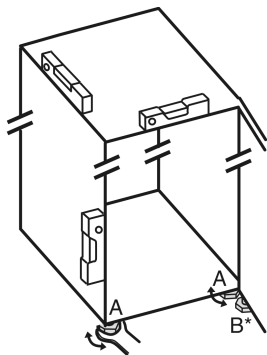

Fig. 5
- Zhvendosni këmbëzat me rregullim Fig. 5 (A) me çelës fiso dhe me ndihmën e një niveli me ujë, derisa pajisja të jetë niveluar mirë.
- Zhvendosni këmbëzat me rregullim Fig. 5 (B) në bazamentin mbështetës me çelësat fiso të përfshirë në paketim, derisa të jetë mbështetur mbi dyshteme.
- Rrotulloni këmbëzën me rregullim Fig. 5 (B) me 90°.